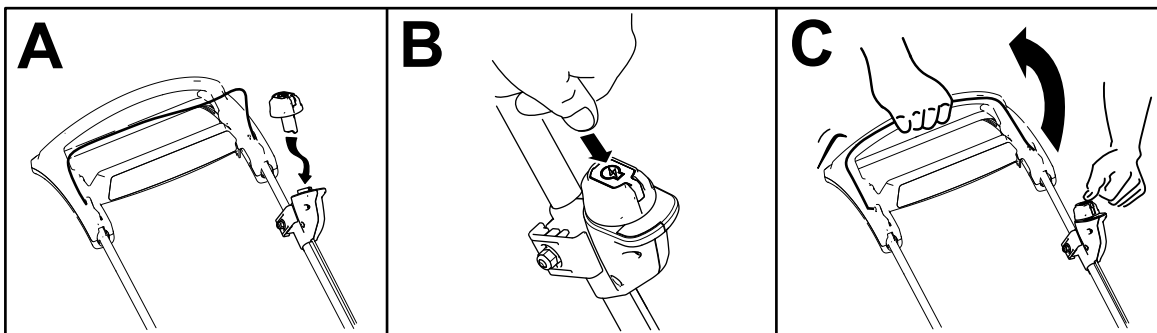

Figure 10
2. Insérez le bouton de démarrage électrique dans l'interrupteur du démarreur électrique (A de la Figure 10).
3. Maintenez le bouton de démarrage électrique enfoncé (B de la Figure 10)
4. Serrez et maintenez la barre de commande de la lame contre le guidon (C de la Figure 10).